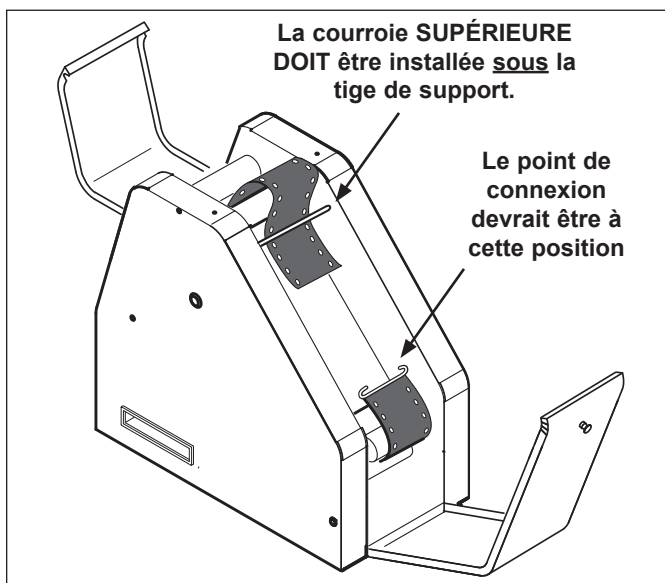

Figure 12. Installation des courroies à bande
3. Installer la courroie à bande avant autour du rouleau avant supérieur avec la goupille de connexion vers le bas de l'appareil (figure 12).
4. Faire passer la courroie à bande dans le grille-pain et la tirer autour du rouleau avant inférieur (figure 12).
REMARQUE : S'assurer que la courroie à bande avant est passée SOUS la tige de support. Aussi, s'assurer que les rivets de la courroie à bande sont face à l'INTÉRIEUR (figure 12).
5. Connecter les bouts de la courroie à bande en glissant le bout supérieur par-dessus les deux côtés de la tige de connexion (figures 12 et 13).